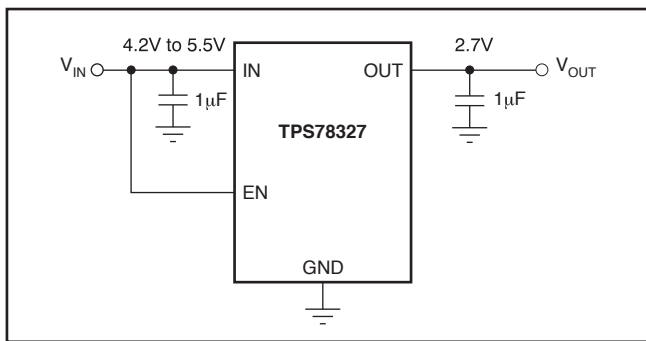

図 22. シャットダウンの機能が不要な場合にENをHighに接続した回路例
イネーブル・ピン (EN) はアクティブ “H” レベルで、標準電圧および低電圧のTTL-CMOSのレベルと互換です。シャットダウン機能が必要でない場合は、図22に示されているようにENピンをINピンに接続しなければなりません。